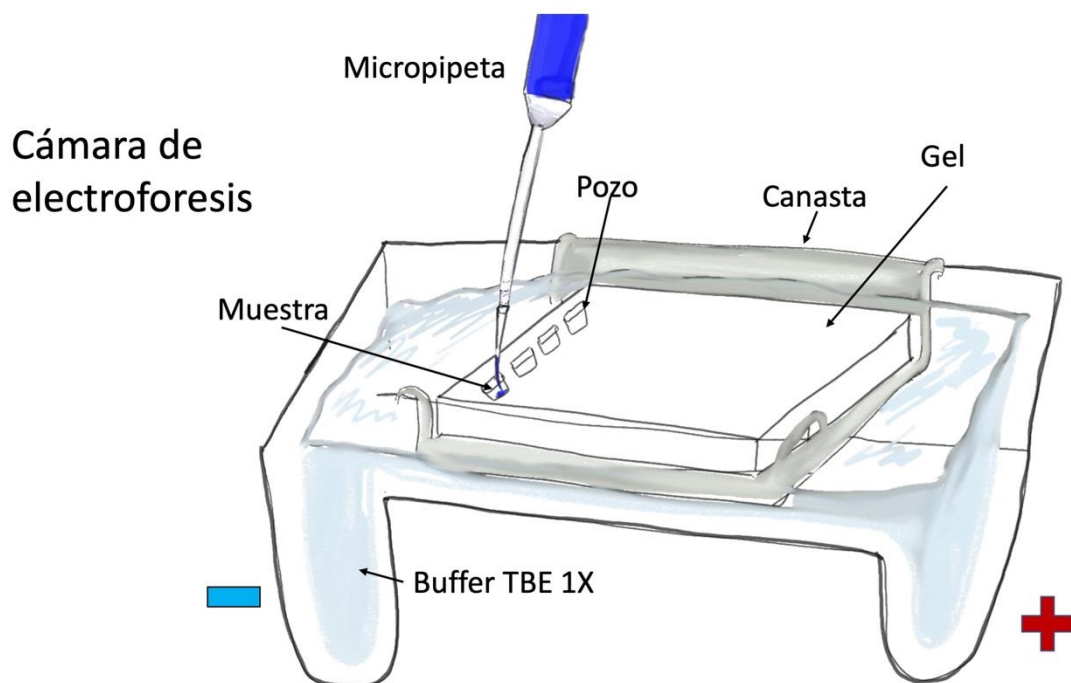

*Figura 5.2 Dirección del movimiento de ADN o ARN en cámara de electroforesis, del polo negativo al positivo.*
De igual manera, en la cámara de electroforesis también debe colocarse una solución amortiguadora o buffer (un ejemplo es el TBE o TAE, compuesto por Tris, borato y EDTA usualmente usado a un pH de 8 y a una concentración de 1x). El buffer permite mantener nuestras muestras en las mejores condiciones, así como el transmitir la carga eléctrica por la cámara de electroforesis. En el caso del ARN y ADN, los pozos que se harán en el gel y dónde colocaremos las muestras, se deben colocar del lado del electrodo negativo, esto debido que la carga de estas sustancias (negativa) hará que se dirijan hacia el electrodo positivo (Figura 5.2).
13. Cargar las muestras en el gel. Con la micropipeta tomar todo el líquido (5  $\mu$ l de la muestra) y colocarlo en uno de los pozos del gel. Con otra punta tomar todo el líquido de la escalera (3.5  $\mu$ l) y colocarlo en otro de los pozos del gel. ATENCIÓN: tratar de ser lo más preciso posible a la hora de depositar la muestra en cada pozo del gel, si se perfora el gel con la punta se saldrá la muestra. (ver figura 5.2)